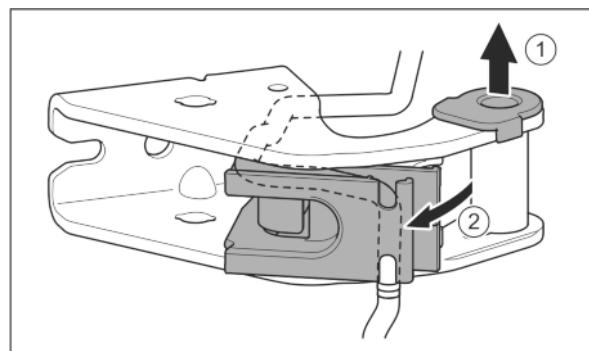

Fig. 29
- ▶ Izvucite čahuru ležaja iz vodilice. Fig. 29 (1)
- ▶ Zakrenite držać kabela prema van. Fig. 29 (2)